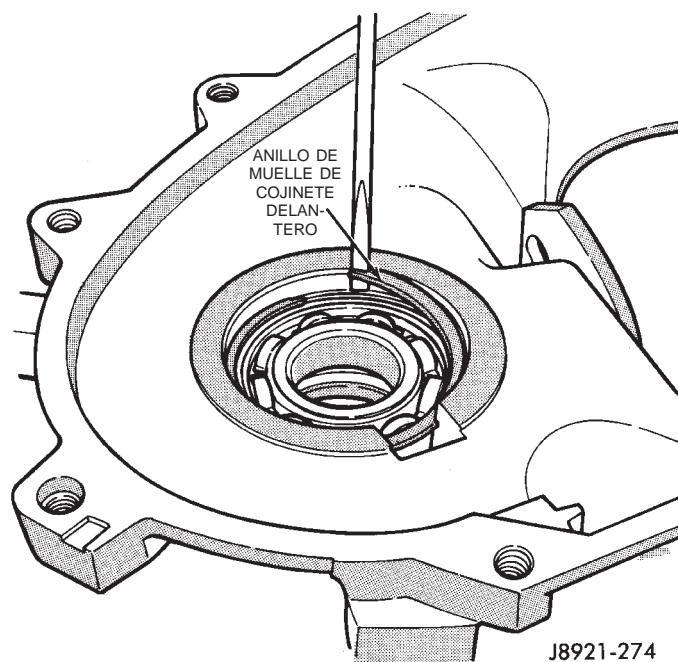

Fig. 48 Desmontaje del anillo de muelle del cojinete delantero del eje transmisor delantero
(1) Retire el anillo de muelle que retiene el cojinete delantero del eje transmisor delantero en la caja (Fig. 48). A continuación, retire el cojinete. Utilice el mango de un martillo o un martillo y punzón de latón para extraer golpeando el cojinete de la caja.
(3) Instale el anillo de muelle del cojinete delantero (Fig. 48).
(4) Retire la junta del eje transmisor delantero mediante una herramienta apropiada para hacer